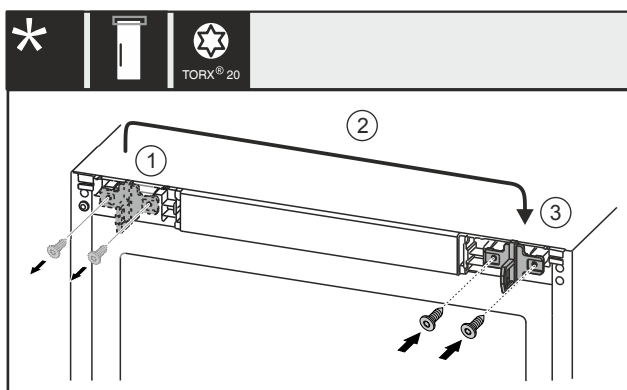

Fig. 26 带电气锁*
- ▶ 用螺丝刀旋出螺钉 Fig. 26 (1)。*
- ▶ 将锁钩 Fig. 26 (2) 调换到对面。*
- ▶ 用螺丝刀放上并旋紧螺钉 Fig. 26 (3)。*